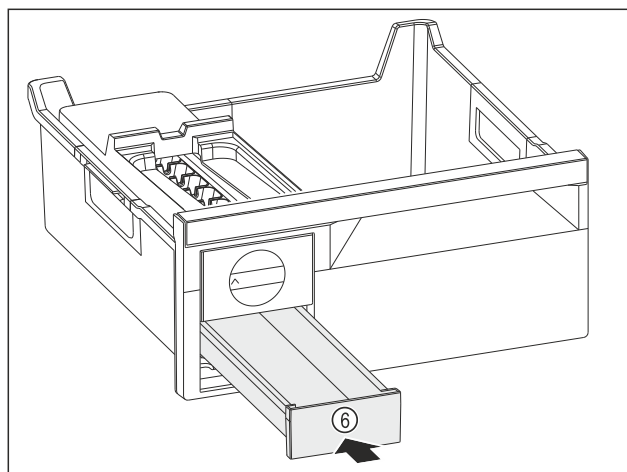

Fig. 84
- ▶ Zasuňte zásuvku na kocky ľadu Fig. 84 (6).